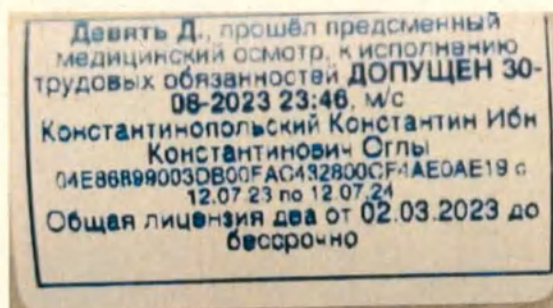

Рисунок 46. Отметка с полным допуском
- Надпись представлена на рисунке (Рисунок 46);